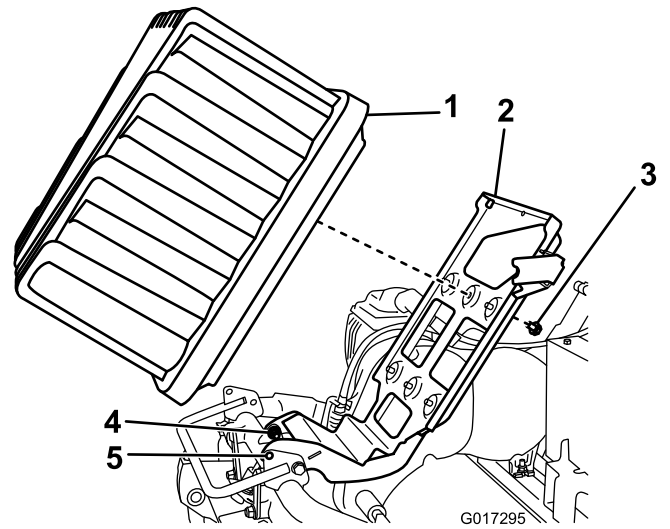

图9
5. 将 2 颗枢轴螺栓/螺母分别拧松半圈（图9）。
6. 向上提起电池平台、直至基座与机架中的锁定孔对齐（图9）。